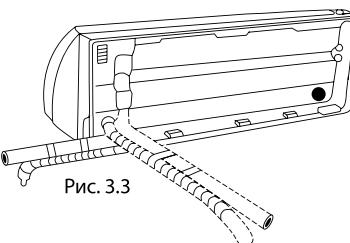

Рис. 3.3
2. Если отверстие в стене расположено за блоком, оставьте съемную панель на месте. Если отверстие в стене расположено сбоку от внутреннего блока, удалите съемную пластмассовую панель с соответствующей стороны блока (см. рис. 3.3). При этом образуется паз, через который трубопровод можно вывести из блока. Если пластмассовую панель не удается удалить руками, используйте игловидные кусачки.